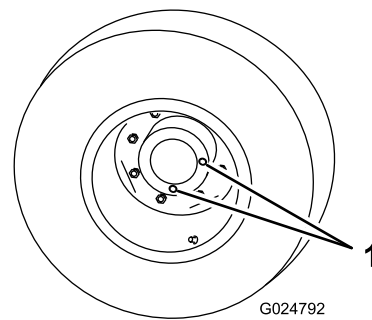

Figura 66
1. Con la máquina en una superficie nivelada, coloque una rueda de manera que uno de los tapones de verificación/drenaje esté en la posición más baja (posición de las 6) (Figura 66).